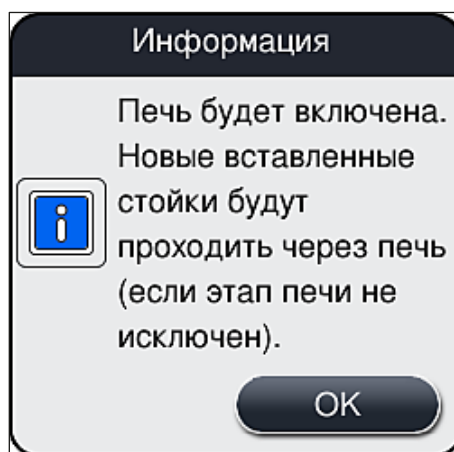

Рис. 35
3. Подтвердите включение печи нажатием кнопки **Сохранить** (→ Рис. 33-5), после чего ознакомьтесь с информационным сообщением на дисплее (→ Рис. 35) и подтвердите его нажатием **OK**.